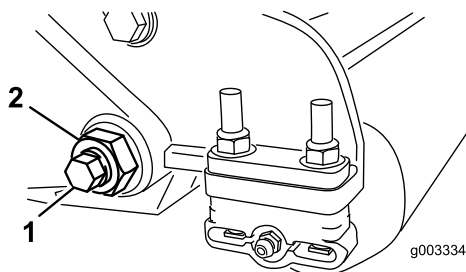
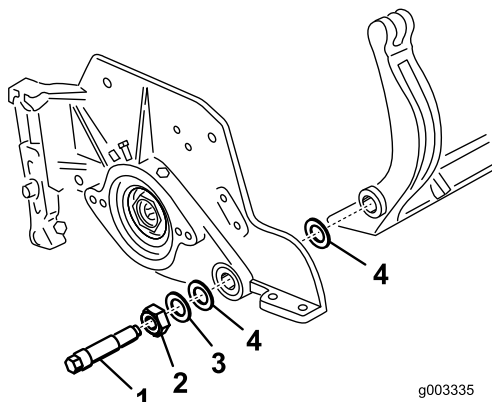

图27
图28
- 在机器的另一侧，松开固定底刀架螺栓（图27）的锁紧螺母。
- 拆下两个底刀架螺栓，向下拉动底刀架并从机器螺栓（图27）上拆下来。取下底刀架（图28）各端的 2 个尼龙和 1 个印花钢垫圈。
- 用底刀架螺栓（螺栓上带有螺母）和 6 个垫圈将底刀架固定在每个侧板上。将尼龙垫圈放在侧板凸起的一侧。将钢垫圈放在每个尼龙垫圈的外侧（图28）。上紧底刀架螺栓扭矩至 37~45Nm。拧紧锁紧螺母，直至外部钢垫圈停止旋转且两侧不再松动，但不要拧得过紧或导致侧板变形。内侧的垫圈可能有空隙。
- 使用底刀架螺栓（螺栓上带有螺母）和 6 个垫圈，将底刀架固定在每个侧板上。将尼龙垫圈放在侧板凸起的一侧。将钢垫圈放在每个尼龙垫圈的外侧（图30）。上紧底刀架螺栓扭矩至 37~45Nm。拧紧锁紧螺母，直至外部钢垫圈停止旋转且两侧不再松动，但不要拧得过紧或导致侧板变形。内侧的垫圈可能有空隙（图28）。